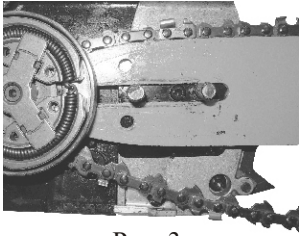

Рис. 3
6.1.3.Установка пильного аппарата (Рис.3).